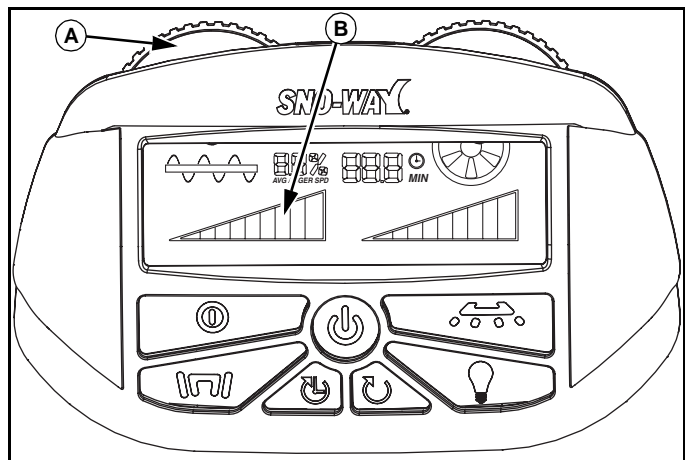

Abb. 1-10
Zur Bedienung der Schnecke drehen Sie den linken Schneckendrehknopf (A) nach rechts und erhöhen damit die Geschwindigkeit. Der ungefähre Prozentsatz für die Geschwindigkeit wird mit dem Balkendiagramm (B) angezeigt. Wenn der rechte Drehknopf vollständig nach links gedreht wird und das Diagramm keine Balken anzeigt, stoppt die Schnecke. (Siehe Abb. 1-10.)